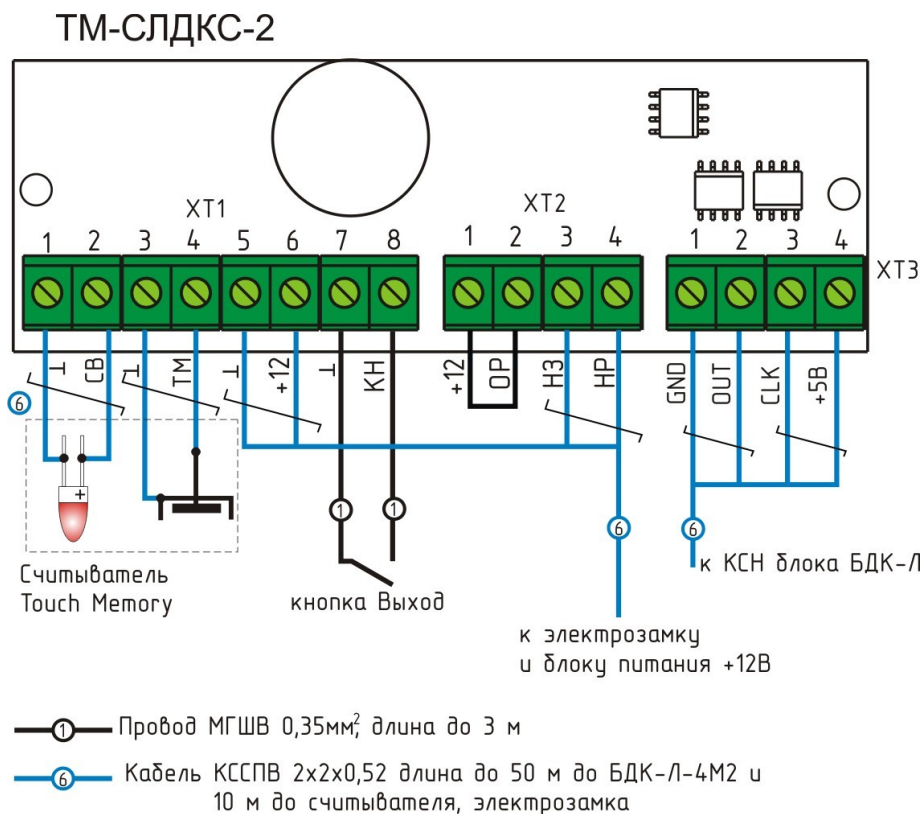

Рисунок 20 - Подключение ТМ-СЛДКС-2
5) Другой конец кабеля связи подключить к клеммам под винт разъема ХТ3 блока ТМ-СЛДКС-2 (рисунок 20).